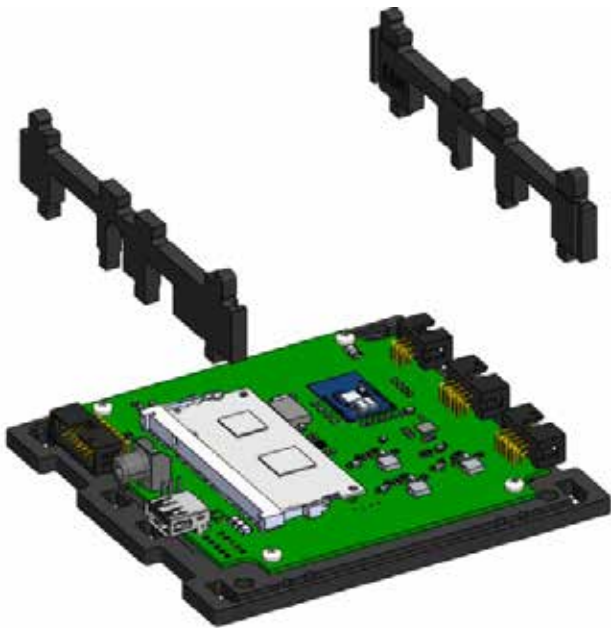

Рисунок 21. Установка и крепление боковых стенок
3) Закрепить боковые стенки на нижнем основании. Для этого совместить выступы боковых стенок с отверстиями в основании и защелкнуть (рисунок 21):